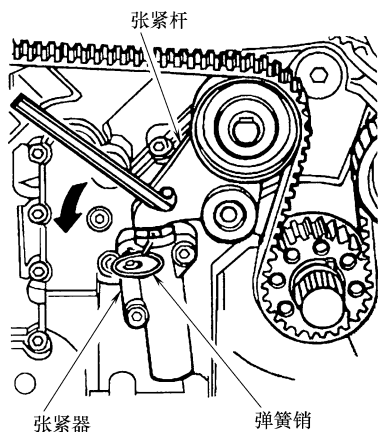

图 1-30 释放正时带张力
12) 使用 8mm 的六角扳手, 逆时针转动张紧杆, 缓缓压缩正时带液压张紧器以释放正时带张力, 如图 1-30 所示, 在正时带张紧器顶部和张紧器柱塞孔中插入弹簧销 (T40011)。